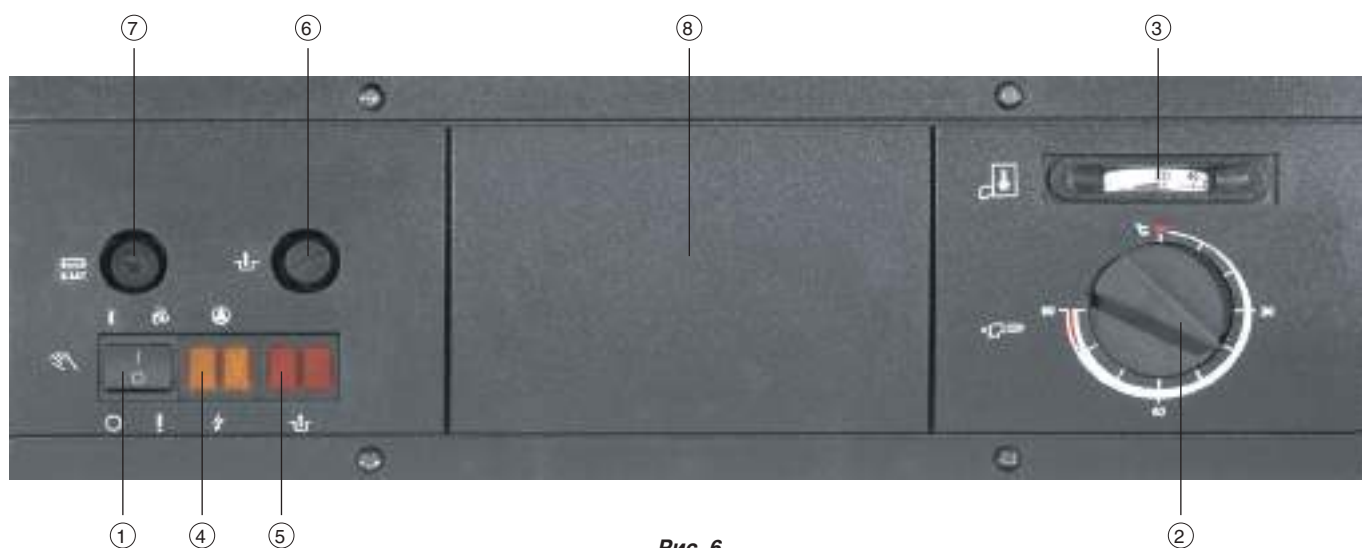
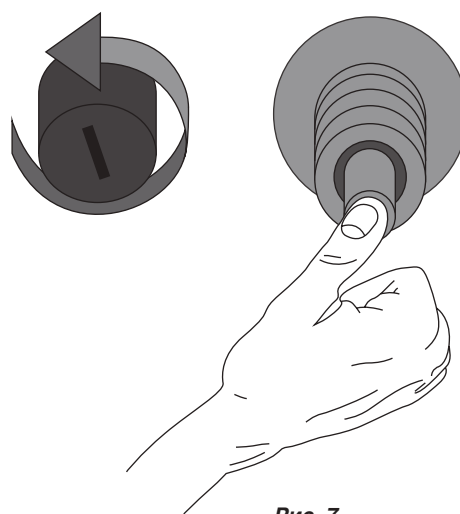

Рис. 6
Рис. 7
- главный выключатель переведен в положение «вкл.» (поз. 1, рис. 6);
- термостат котла выставлен на необходимую температуру (поз. 2, рис. 6);
- термостат безопасности (поз. 6, рис. 6) сработал от перегрева, для чего последовательно сделайте следующее:
- на панели управления открутите защитный колпачок термостата (поз. 6, рис. 6; рис. 7);